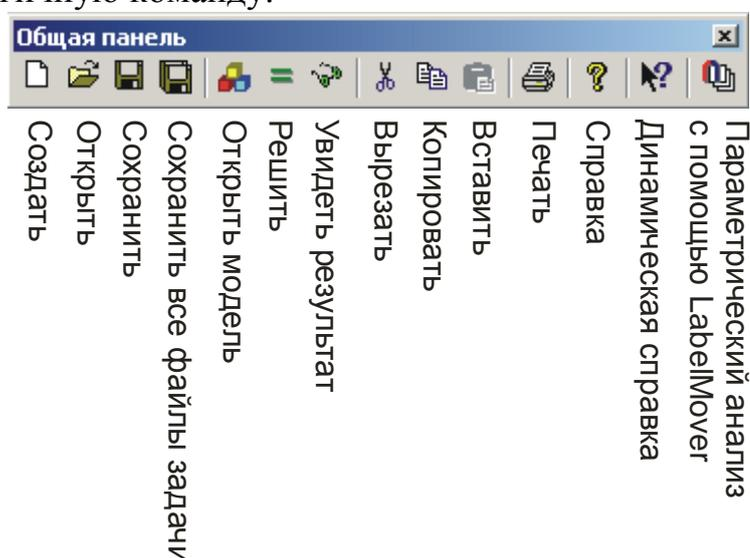

Рис. 2.7. Содержание Общей панели инструментов
18. Далее щелкнуть по кнопке **Сохранить все файлы** (см. рис. 2.7) задачи в **Общей панели** инструментов или из ниспадающего меню **Файл** запустить аналогичную команду.
19. Щелкнуть по кнопке **Решить** из общей панели инструментов (см. рис. 2.7).
После создания геометрии, простановки меток, приложения нагрузки и расчета сетки, можно преступать к решению задачи. Запуск этого процесса выполняется всего двумя щелчками мышки. Первый раз щелкаем по кнопке **Сохранить все файлы задачи**, второй – по кнопке **Решить** (см. рис. 1.1 (№4) или рис. 2.7).
Для того чтобы приступить к просмотру и анализу результатов решения задачи, необходимо запустить из меню **Задача** команду **Анализ результатов** или щелкнуть по кнопке **Увидеть результат** (см. рис. 2.7).